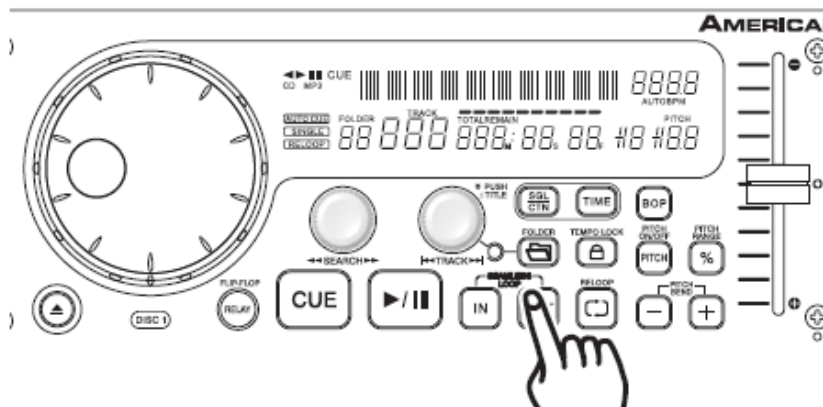

Figura 18
USCITA DA UN CICLO - Per uscire da un CICLO CONTINUO premere il PULSANTE OUT (16). I LED dei PULSANTI IN (17) e OUT (16) rimarranno accesi ma smetteranno di lampeggiare. La riproduzione della musica verrà ripresa normalmente (Figura 18). I LED dei PULSANTI IN (17) e OUT (16) rimarranno accesi a ricordare che è memorizzato un ciclo.